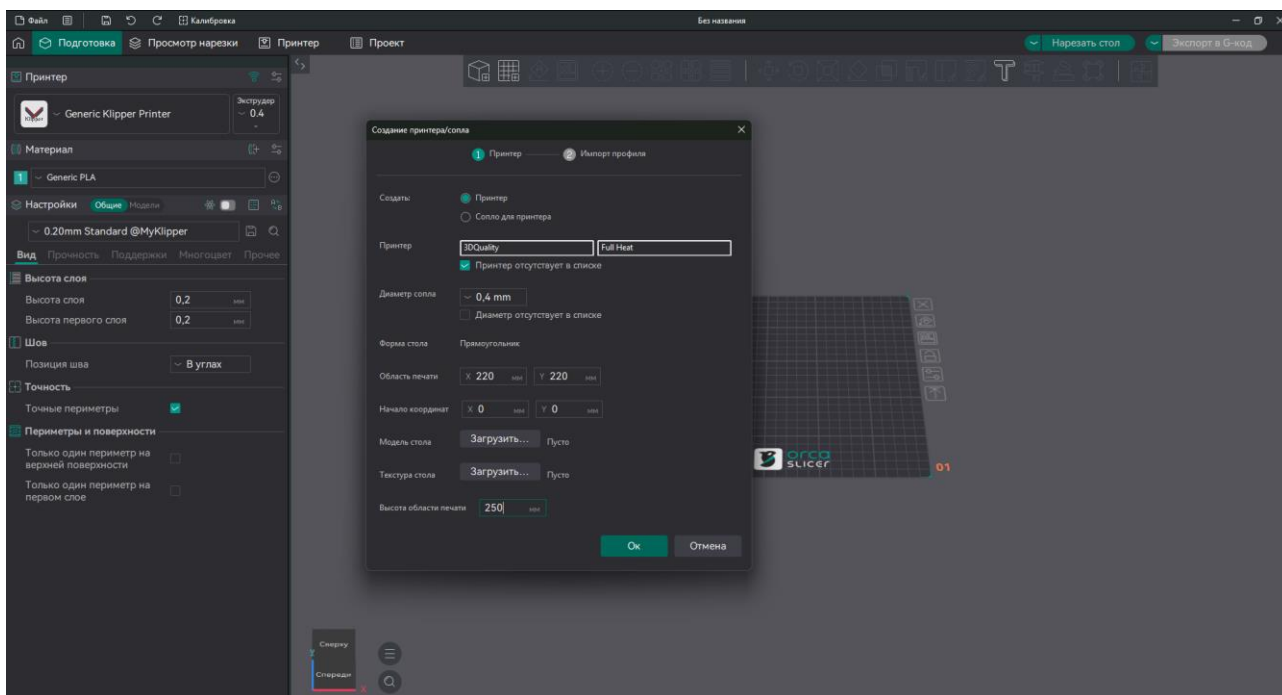

Рис. 23. Добавление нового принтера
4. сохраните настройки (Рис. 23)